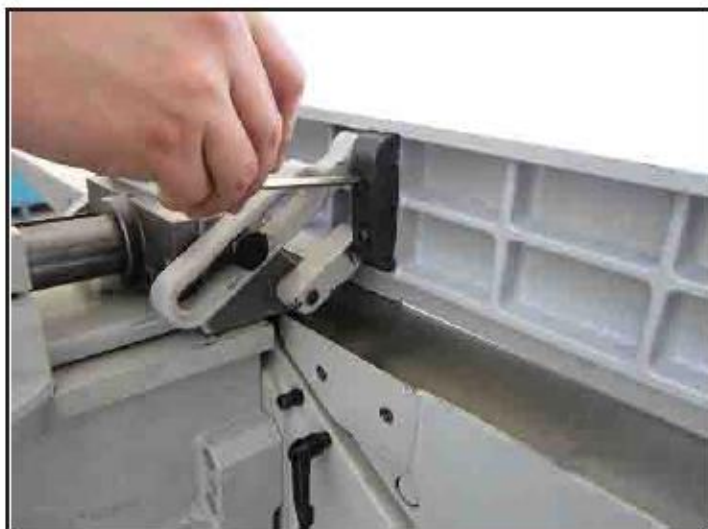

Рис. 11. Установка узла параллельного упора
4. Глядя сверху вниз на клиновый ремень и шкивы, проверить параллельность шкивов и совмещение их торцов (рис. 11).
1. Закрепить узел параллельного упора на узле каретки параллельного упора двумя винтами с шестигранным шлицем М8-1,25 x 20 с пружинными и плоскими шайбами (рис. 11).